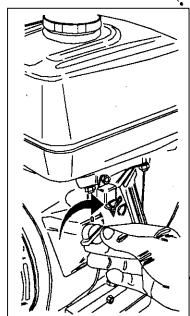
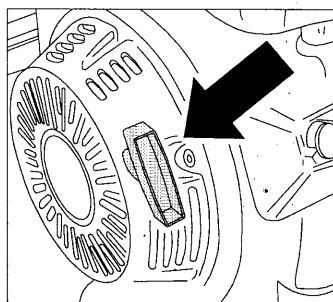

Fig. 8
Fig. 9
- Llevar el selector a la posición "1" (Start) (fig. 8). Empuñar la manopla de arranque (fig. 9) y tirar el cable sin esfuerzo hasta advertir la resistencia provocada por la compresión, soltar la manopla y entonces dar un tirón energético para poner en marcha el motor.